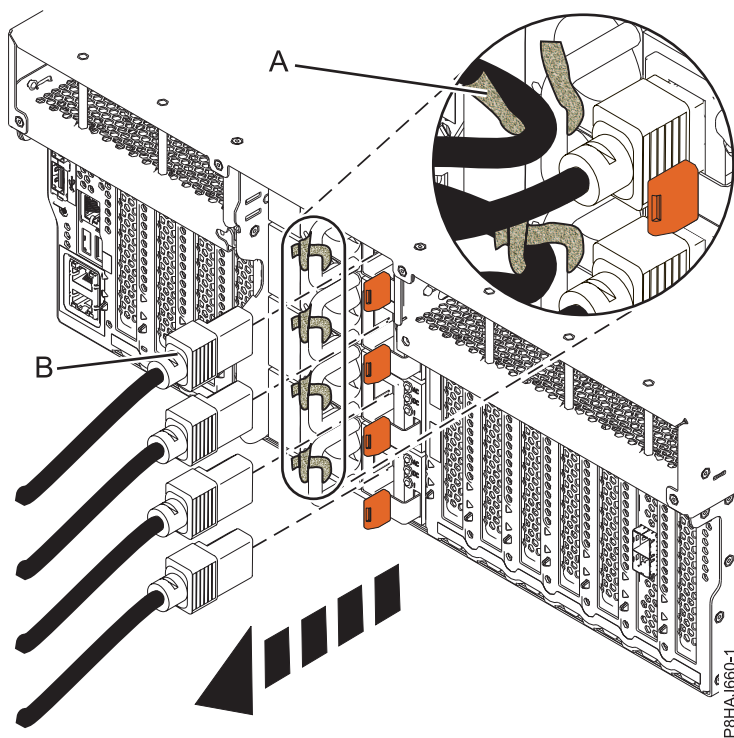
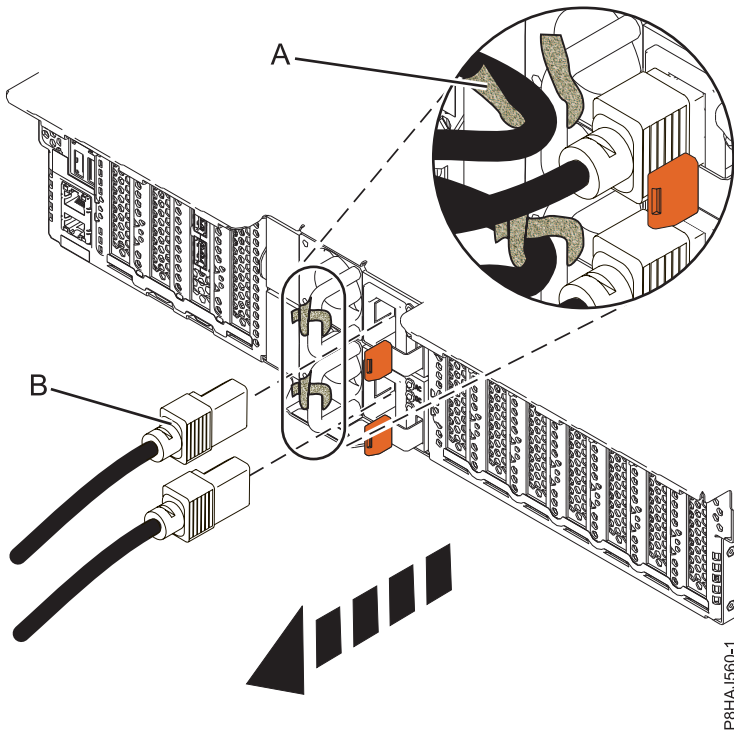
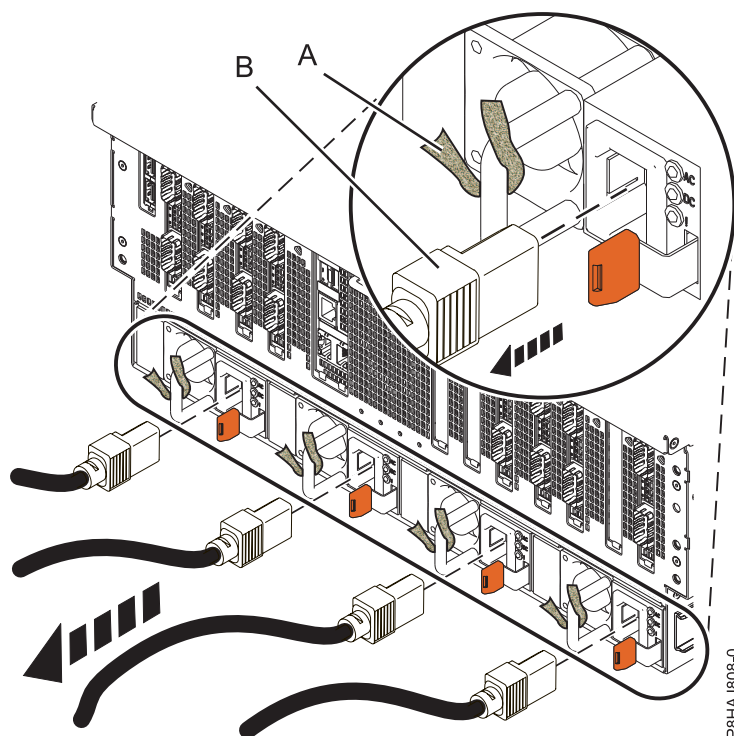

Figura 46. Remover os cabos de alimentação de um sistema 8247-42L, 8286-41A ou 8286-42A
Figura 47. Remover os cabos de alimentação de um sistema 5148-21L, 5148-22L, 8247-21L, 8247-22L, 8284-21A ou 8284-22A
Figura 48. Remover os cabos de alimentação de um sistema 8408-44E ou 8408-E8E
3. Desligue os cabos de alimentação **(B)** da unidade de sistema. Consulte Figura 46 na página 96, Figura 47 na página 96 ou Figura 48 na página 97 ou dependendo do tipo de sistema.
- O cabo de alimentação é fixado ao sistema ao utilizar a presilha (A). Se estiver a colocar o sistema na posição de assistência após ter desligado os cabos de alimentação, certifique-se de que liberta a presilha.